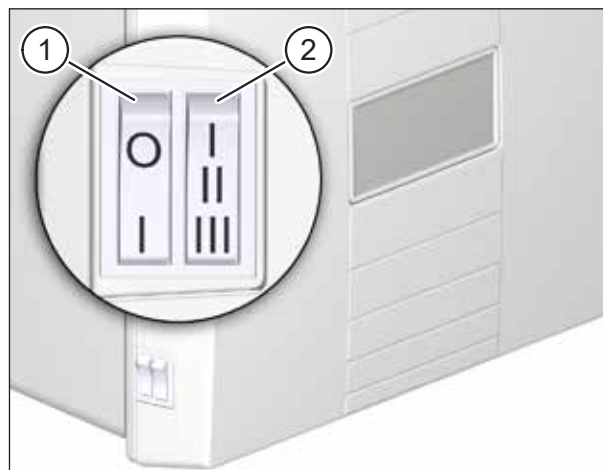

Fig. 10 : Éléments de commande sur l'appareil d'aération
- ▶ Mettez l'appareil d'aération sous tension à l'interrupteur d'alimentation (pos. 1 dans Fig. 10 à la page 20).
Quatre niveaux / programmes de ventilation différents (voir chapitre Fig. 10 à la page 20) peuvent être réglés avec l'interrupteur à bascule (pos. 2 dans 10 à la page 23), le niveau de ventilation maximal pouvant être activé via une séquence de manœuvre et étant limité dans le temps.
L'appareil d'aération tourne au niveau de ventilation maximal (97 m3/h). Au bout de 15 minutes environ ou en répétant la séquence de manœuvre I-II-I sur l'interrupteur à bascule (pos. 2 dans Fig. 10 à la page 20), la ventilation intensive s'arrête et le programme de ventilation précédemment réglé reprend.